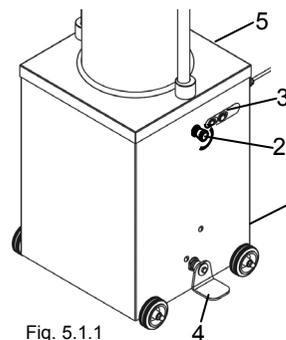

Fig. 5.1.1
Con la macchina allacciata alla rete e dopo aver premuto il pulsante di avvio (fig. 5.1.1) premere il pedale e verificare il movimento del tampone nel cilindro. Portare il pedale nella posizione centrale ed accertarsi che il pistone si fermi.
- Premere il pulsante di avvio "3" (fig. 5.1.1).
Montare la spina (non fornita) da 16 A al cavo di alimentazione della macchina (fig. 5.1.1) e collegarla ad una presa munita di interruttore differenziale di idonea portata posta a monte. Nella versione trifase, è necessario controllare il corretto senso di rotazione del motore, procedendo nel seguente modo:
1. togliere il carter posteriore "5" fig. 5.1.1.
2. Mettere l'interruttore differenziale nella pos. "I", premere il pulsante di avvio "3" di fig. 5.1.1 quindi premere il pedale; nello stesso tempo verificare che il motore giri nel senso indicato dalla freccia collocata sul motore elettrico.